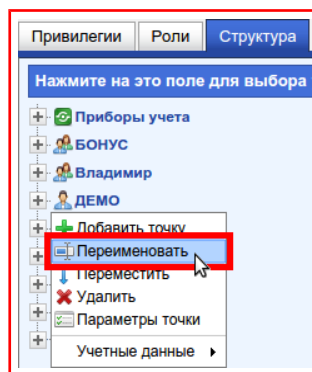

Рисунок 9.68 — Пункт «Удалить»
- 2) В появившемся меню выбрать пункт **«Удалить»**, рисунок 9.68;